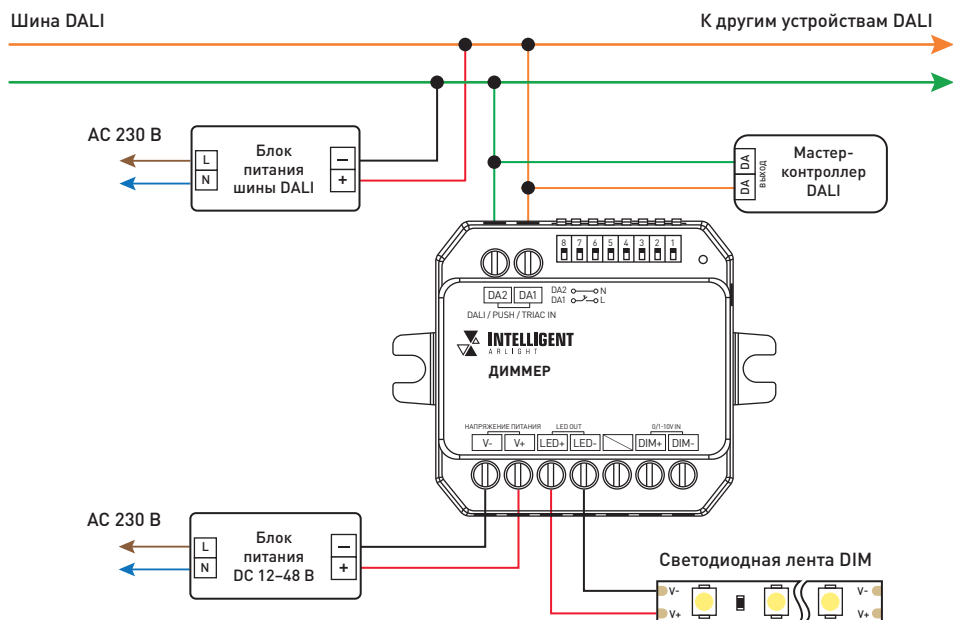

Рис. 3. Схема подключения диммера с управлением по DALI
- 3.5. Подключите контроллер согласно одной из схем, представленных на рис. 3–5.